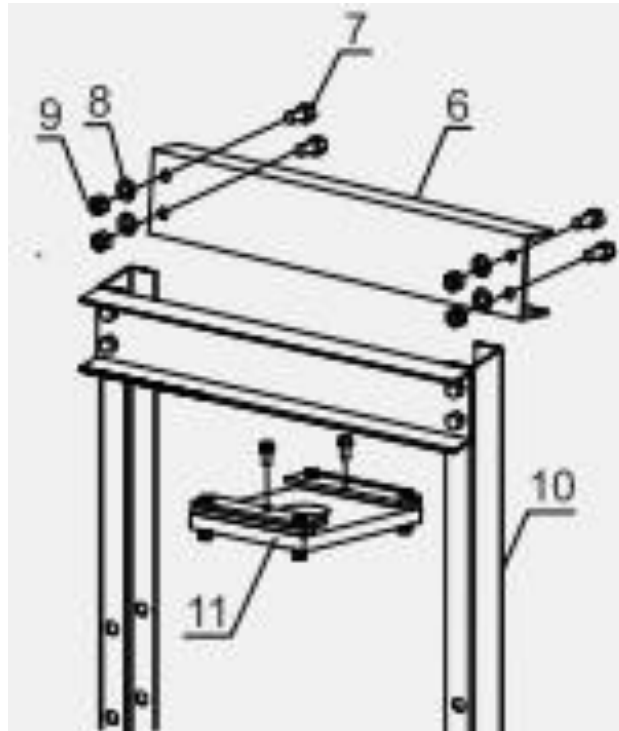

Рисунок 5,
5. Совместите отверстия второй верхней балки (6) с отверстиями в верхних частях опорных стоек (10), соедините их болтами (7) с шайбами (8) и гайками (9). Смонтируйте опорную плиту цилиндра (11). См. Рисунок 5.